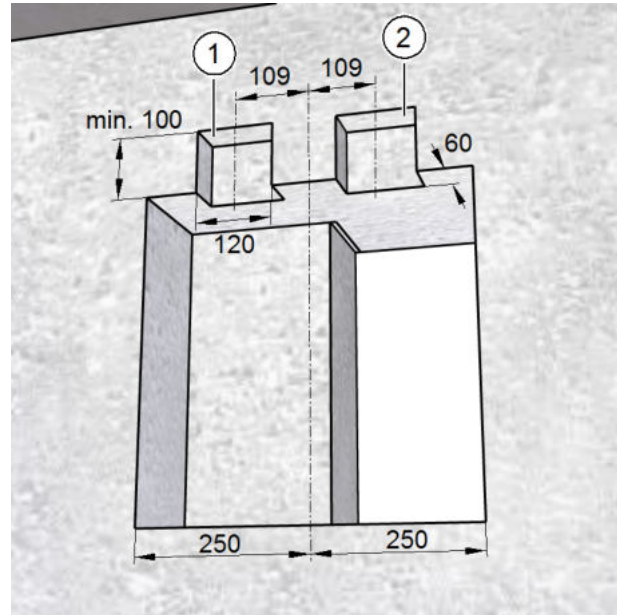

Abb. 10: Mauernuten für Flachkanalanschlüsse fräsen, Maße in Millimeter
- ▶ Fräsen Sie mit der Mauernutfräse **eine** Nut entweder für den Abluftkanal (Pos. 1 in Abb. 10) **oder** für den Zuluftkanal (Pos. 2 in Abb. 10) mit der Breite 120 mm, der Tiefe 60 mm und einer Höhe von mindestens 100 mm (siehe Abb. 10).
- ▶ Fräsen Sie mit der Mauernutfräse **zwei** Nuten für den Abluftkanal (Pos. 1 in Abb. 10) **und** für den Zuluftkanal (Pos. 2 in Abb. 10) mit der Breite 120 mm, der Tiefe 60 mm und einer Höhe von mindestens 100 mm (siehe Abb. 10).